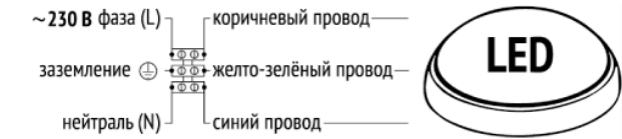

Рис.1. Схема подключения светодиодного светильника к эклектической сети 230В.
- Присоедините подготовленные концы проводов светильника к сетевому проводу (через клемную колодку) Рис.1.